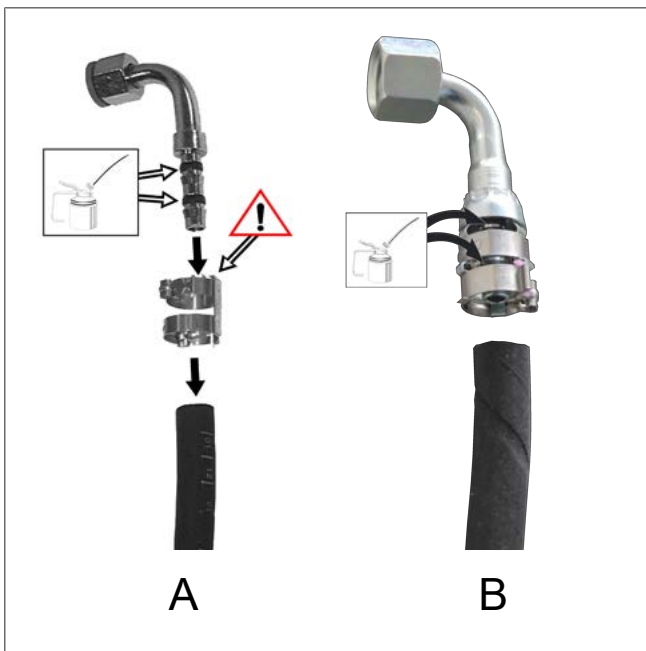

Fig. 11 Lubrificare i raccordi
- Raccordo con fascetta separata, vedere Fig. 11 A
- Raccordo con fascetta fissa, fa parte della fornitura standard di Webasto, vedere Fig. 11 B